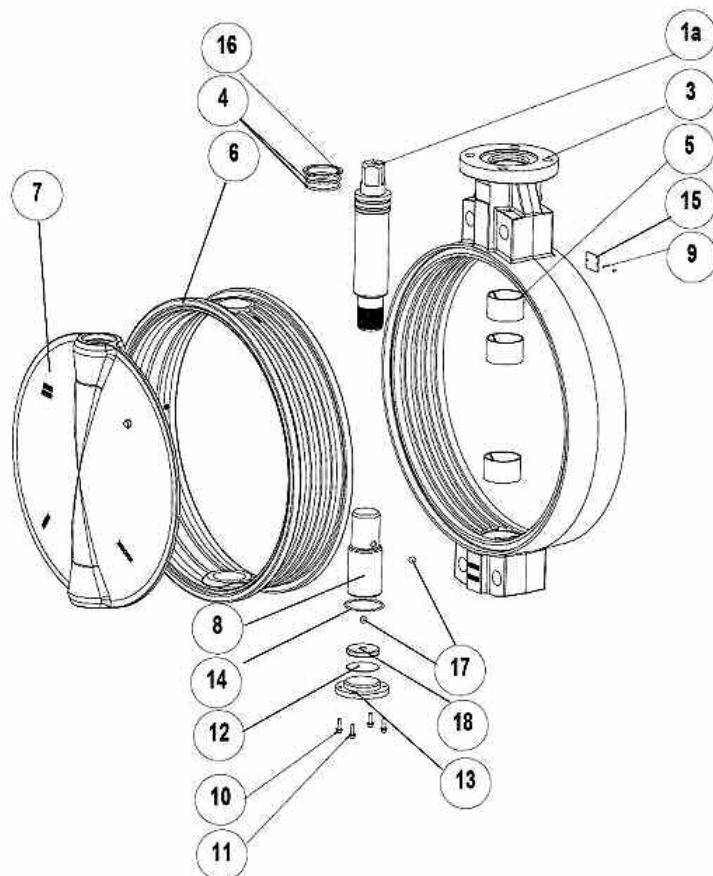

Рис. 20 Устройство поворотного затвора Ду 400 – Ду 500
- Снять стопорное кольцо (Рис. 20, 22; Поз. 16)
- Вынуть верхний вал (Рис. 20; Поз. 1а или Рис. 22; Поз. 1)
- Вынуть кольцо дистанционное (Рис. 20, 22; Поз. 12), опорную шайбу (Рис. 20, 22; Поз. 18), шарики (Рис. 20, 22; Поз. 17) и нижний вал (Рис. 20, 22; Поз. 8)
- Аккуратно вынуть диск (Рис. 20, 22; Поз. 7)
- Снять седловое уплотнение (Рис. 20, 22; Поз. 6)